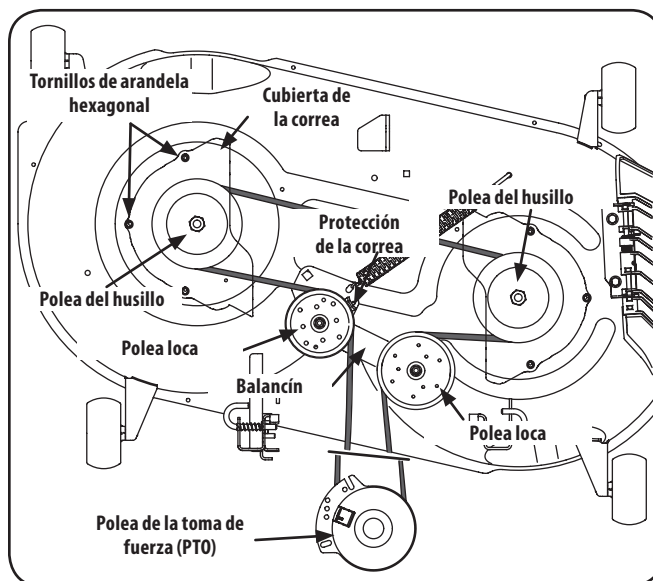

Figura 7-10
2. Retire los tornillos de arandela hexagonal que sujetan las cubiertas de las correas a la plataforma. Consulte la Figura 7-10.
5. Instale la nueva correa alrededor de las poleas del husillo tal como se muestra y reinstale las cubiertas de las correas. Consulte la Figura 7-10.